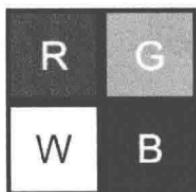

图 3 RGBW 像素示意图
- (1) 子像素的解析度增加 $1/4$;
- (2) 像素的穿透率增加 50%;
- (3) 由于列驱动的 IC 成本比行驱动高,子像素采用如图 3 所示;
- (4) 采用棋盘式排列的方式,成本会降低;
- (5) RGBW 的色彩比 RGB 高 $11/16$ 。